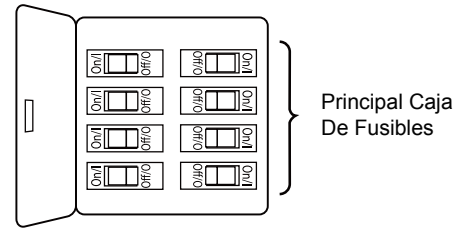

Figura 1
Uso de perfil bajo (Figura 1)
Para evitar una posible descarga eléctrica, asegúrese de cortar la alimentación eléctrica de la caja de fusibles principal antes de colgar el ventilador. (Figura 1)
1. Para configurar el código de unidad del receptor. Deslice los interruptores de código a las mismas posiciones que en el transmisor. (Figura 1)
1. Instale la unidad del motor a la unidad de soporte del ventilador. Asegúrese de que todo el cableado y receptor se introduce adecuadamente en la carcasa del motor y que no se presiona ningún cable. Una vez que la motor está colocada y alineada con el unidad de soporte del ventilador, vuelva a colocar el tuercas hexagonales retirados previamente y asegure los cuatro tuercas hexagonales. (Figura 1)
1. Fije las aspas al soporte del motor mediante los tornillos de cabeza dentada de 3/16"-24 y placas de pala. Asegúrese de que la ranura de la volante esté alineada con la orificio central en la aspa. (Figura 1)
- 1. Extraiga uno de los tres tornillos del soporte ubicado en la parte inferior de la unidad del motor. Guárdelo para después y afloje levemente los otros dos tornillos. (Figura 1)